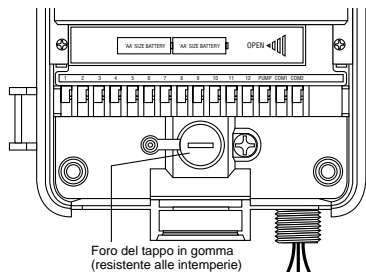

FIGURA 20: Vano cablaggi della scatola del programmatore
- Togliere il tappo in gomma resistente alle intemperie dal foro per la vite ed infilare una vite No. 8 nel foro della scatola del programmatore [vedere Figura 20].
- Stringere la vite in modo da bloccare saldamente la scatola del programmatore contro la parete, quindi rimettere il tappo in gomma resistente alle intemperie nell'apposito foro [vedere Figura 20].